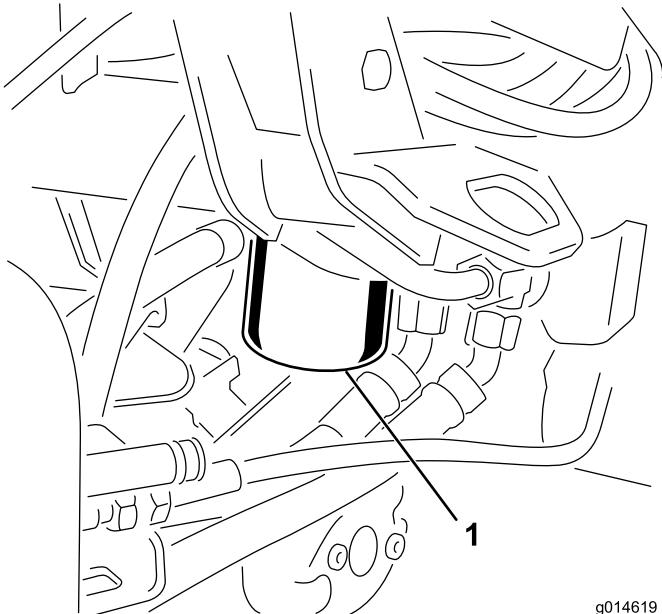

Figure 56
- Nettoyez la zone autour de la surface de montage du filtre (Figure 56). Placez un bac de vidange sous le filtre et enlevez le filtre.